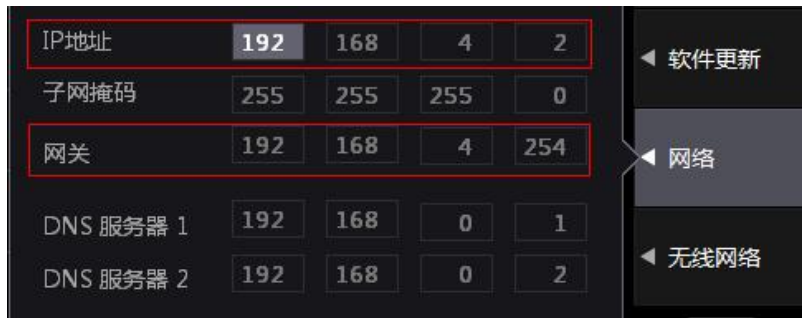

图 1.8 IP 及网关设置界面
- 2) PA 功率分析仪应与 PC 机处于同一个网段，跨网段搜索连接可能会失败，若 PC 机 IP: 192.168.1.XXX，功率分析仪 IP 地址和网关也应是同一个网段，如图 1.8；